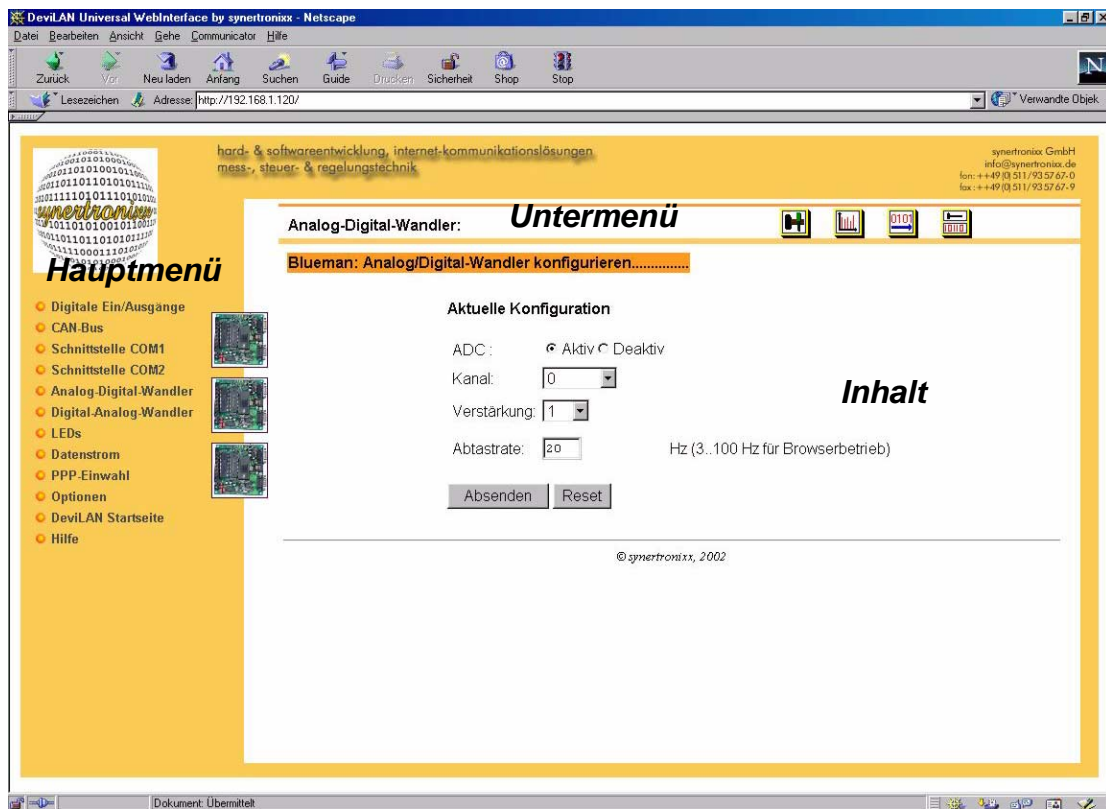

Abb. 1: DeviLAN Menüführung und Bedienung über Webbrowser
3. Es erscheint die DeviLAN-Startseite über die die verschiedenen Webseiten für die Konfiguration und Datenabfrage angewählt werden kann (Abb. 1). Auf der linken Seite befindet sich das Hauptmenü über das die verschiedenen Untermenüs angewählt werden können.